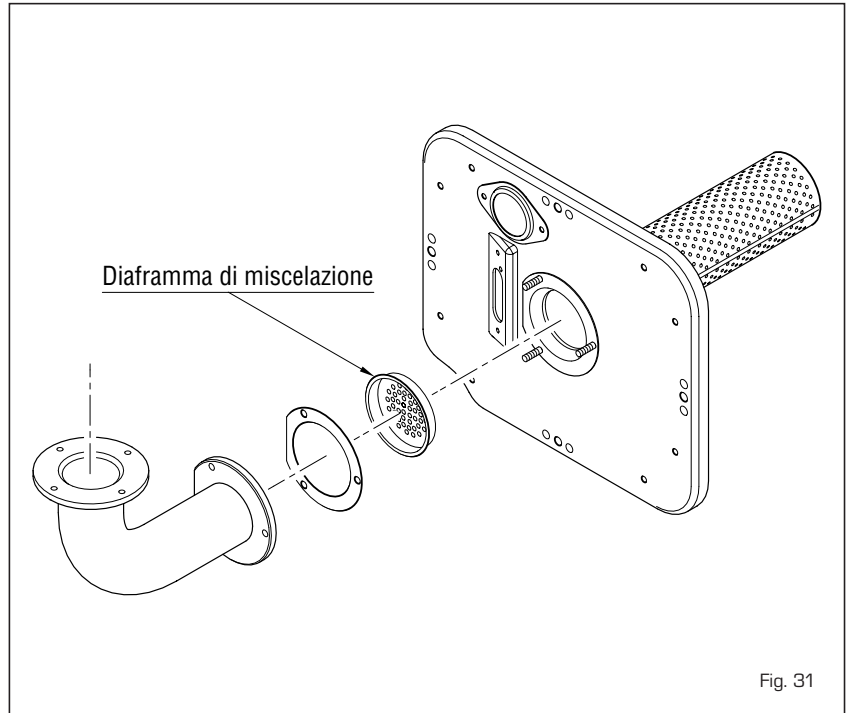

Fig. 31
**ATTENZIONE:** Nel caso di difficoltà di accensione del bruciatore o nel caso i parametri di combustione non siano conformi alle specifiche, verificare che i fori del diaframma di miscelazione non siano ostruiti da impurità: provvedere alla pulizia del diaframma (fig. 31).